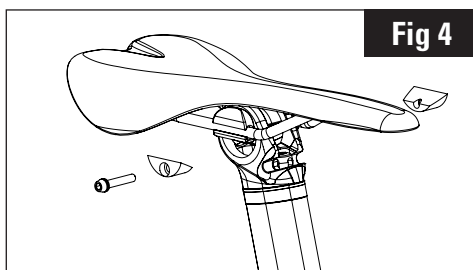

Fig 4
4. Posizionare le due flange inferiori (11) e serrare la vite precedentemente ingrassata secondo la coppia indicata di 8Nm una volta che la sella è posizionata adeguatamente. (Fig.4)